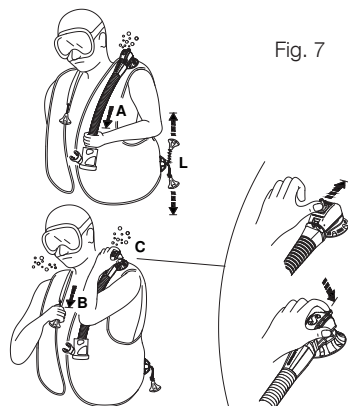

Fig. 7
- a. en tirant doucement sur le tuyau (fig. 7 - A).
- b. en appuyant sur le bouton qui fait saillie hors du boîtier de la soupape (fig. 7 - C) (breveté) : ce système pourrait également être utile pour purger l'air d'un autre plongeur ayant des problèmes (panique, plongeur débutant, inconscience, etc.).
- La soupape de décharge manuelle double SCUBAPRO® (brevet) est munie d'un bouton manuel de sécurité qui libère de l'air lorsqu'il est poussé (FIG. 7-C), en cas de défaillance du système de décharge manuelle (câble cassé, broche, etc.).
Soupape décharge inférieure (fig. 7 - L)
Les dispositifs de dégonflage avec le débit maximal de gaz sont la valve à épaulement fig. (7-B) et la valve inférieure (fig. 7-L).